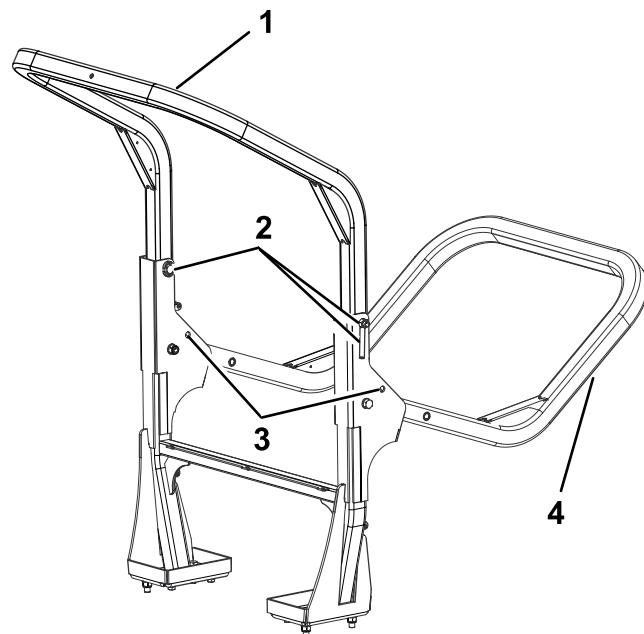

Bild 26
2. Stützen Sie das Gewicht des oberen Rahmens des Überrollbügels ab, während Sie die Rastzungen und Lastösenbolzen aus den Schwenkhalterung nehmen (Bild 26).